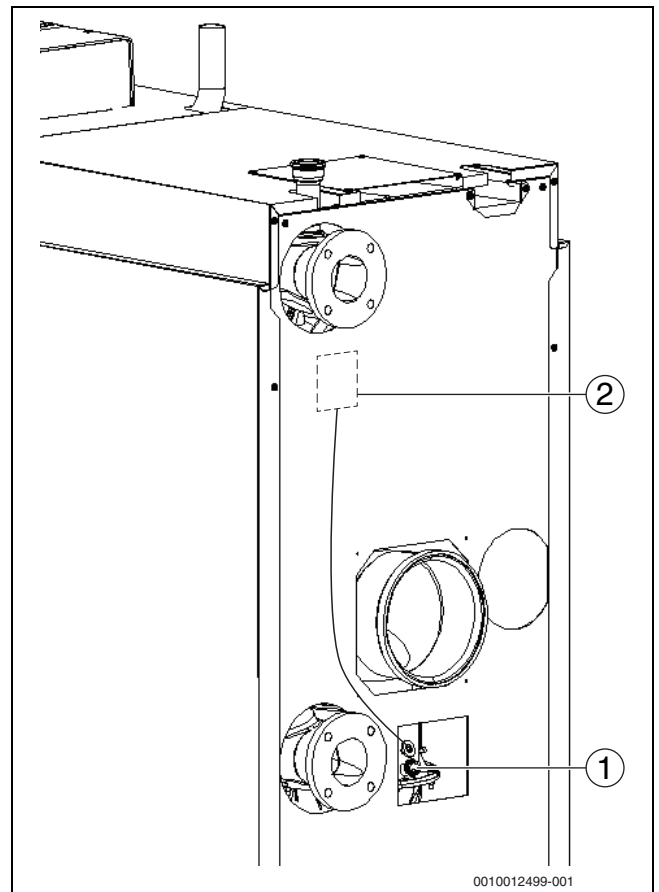

Bild 28 Messwerte aufnehmen (Kesselgröße 150-300 kW)
- Messfühler durch die Messöffnung (→ Bild 28, Seite 29) im Abgassammler in den Kernstrom halten und CO₂-Gehalt kontrollieren.
- ▶ Messfühler durch die Messöffnung (→ Bild 28, Seite 29) im Abgas-rohr in den Kernstrom halten und CO₂-Gehalt kontrollieren.
- ▶ Folgende Messungen an der Messstelle im Kesselanschlussstück (→Bild 28 und 29) durchführen und im Inbetriebnahmeprotokoll (→ Kapitel 17.6, Seite 63) eintragen: